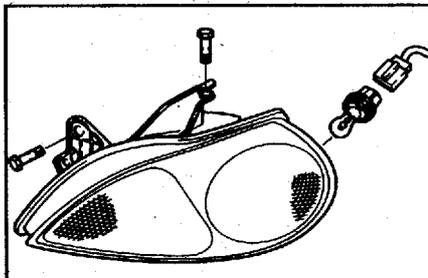

Рис. 126. Замена лампы переднего указателя поворота/стояночных огней
1. Поверните патрон лампы стояночных огней против часовой стрелки извлеките его из блока фары (рис. 126).